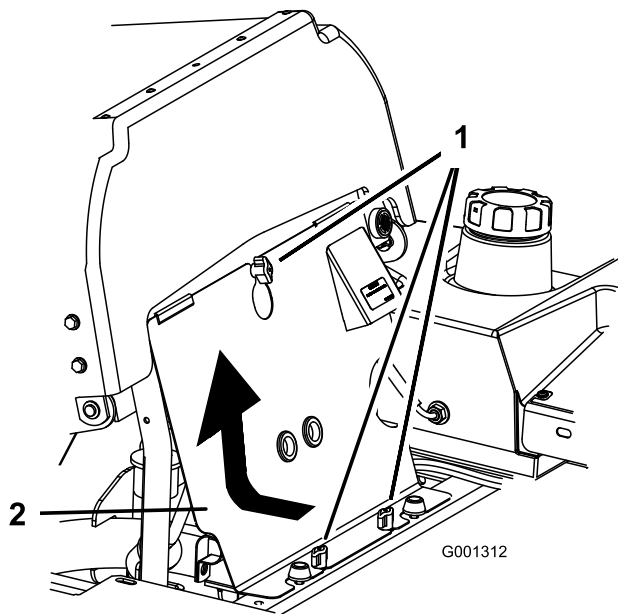

Figure 67
3. Desserrez les boutons du panneau du moteur et déposez le panneau (Figure 67).